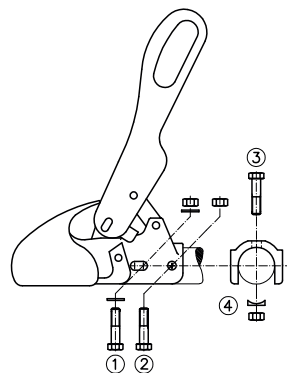

Рисунок 3: присоединение
Тягово-сцепные устройства WS 3000-H/L / L B это специальное исполнение для набегающих тормозов и монтируются перекрестно-болтовым соединением (1)+(3) с шагом отверстий 40 мм. (Рисунок 3).
2.2 Если тягово-сцепное устройство WS 3000/3500 используется в качестве замены другого сцепного устройства, то при накатных устройствах следует обратить внимание на то, чтобы бамперы были установлены на место согласно предписаниям и чтобы вероятно имеющиеся распорные трубки были вставлены правильно. В качестве вспомогательного средства для WS 3000-D просим использовать входящие в комплект поставки штифты Ø 12x34 мм или Ø 12x49 мм в зависимости от диаметра дышла прицепа. Для WS 3500-D Ø 14x63 мм использовать штифты как пробой при демонтаже крепежного болта (2) или (3) (Рис. 3) в зависимости от вида крепления бампера и во время монтажа/демонтажа ТСУ вставлять в трубу дышла для центровки бампера. При установке нового крепежного болта штифты следует удалить.